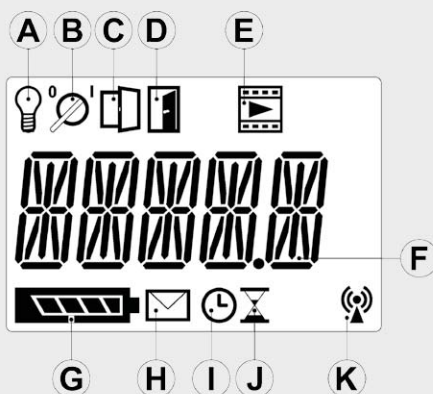

Bild 5: Das Display des FS20 FA-Pro-TS
| ① | LC-Display (Anzeigeelemente siehe Bild 5 und Tabelle 2)   |
Bild 4 zeigt die vorder- und rückseitigen Bedienelemente des FS20-Intervall-Senders, deren Funktionen in Tabelle 1 kurz beschrieben sind. In Bild 5 ist das Display mit allen Anzeigeelementen dargestellt, die in Tabelle 2 kurz erläutert werden.
### Die Elemente des Displays in Bild 5